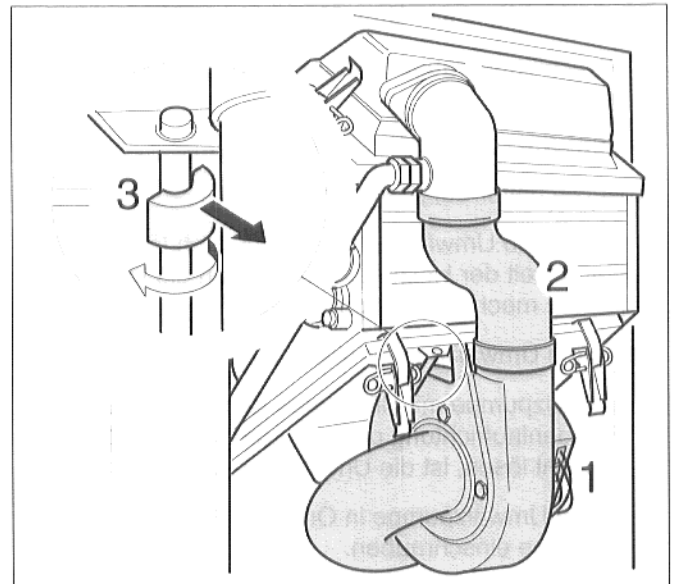

Abb. 13 Sicherungsklemme
- Kabelstecker am Gebläse abziehen (Abb. 13, Pos. 1).
- Verbindungsstück am Gebläse abziehen (Abb. 13, Pos. 2).
- Sicherungsklemme am Gebläse drehen und herausziehen (Abb. 13, Pos. 3).